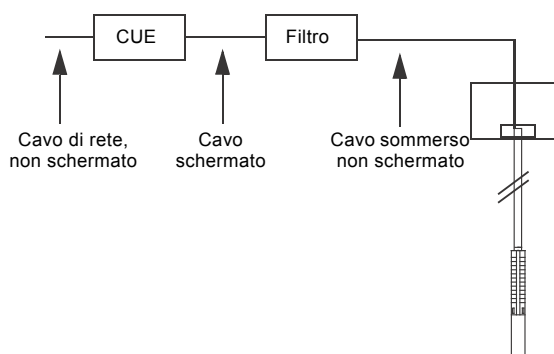

Fig. 23 Esempio di installazione in ambienti non sensibili all'EMC
- luoghi non sensibili all'EMC. Vedere fig. 23.